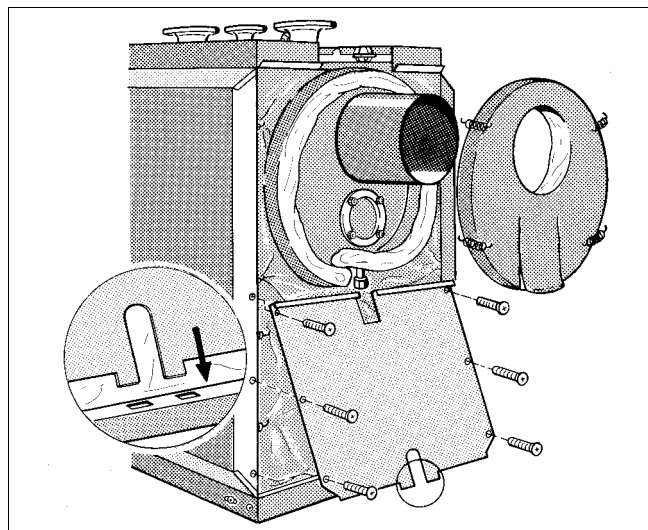

Fig. 17 Montaj izolație termică
- Poziționați izolația termică la colectorul gazelor de evacuare și fixați-o cu 4 arcuri de prindere (Fig. 17).
- Introduceți componenta din spate jos cu cele 2 eclise în fanta cadrului din spate și înșurubați-o cu șuruburi din tablă de muchia peretelui lateral (Fig. 17).